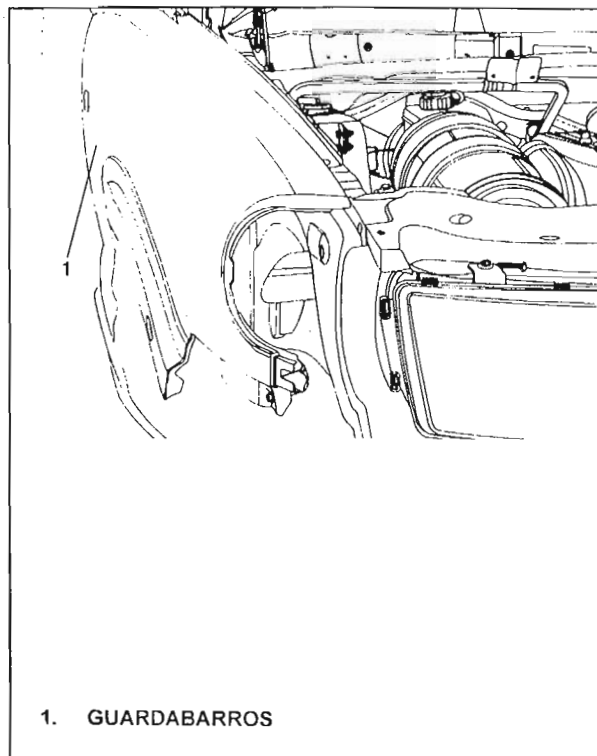

Fig. 19.
13. RETIRADA/ INSTALACIÓN DEL GUARDABARROS (Fig.19&20)